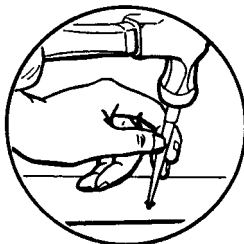

Fig. 2
- To avoid hammer marks on the wood, use a nail set or another nail to drive a nail the last one-eighth inch into the wood (Fig. 2).
- Para evitar marcas del martillo en la madera, use un punzón u otro clavo sobre el clavo cuando vaya a clavar el último octavo de pulgada (Fig. 2).